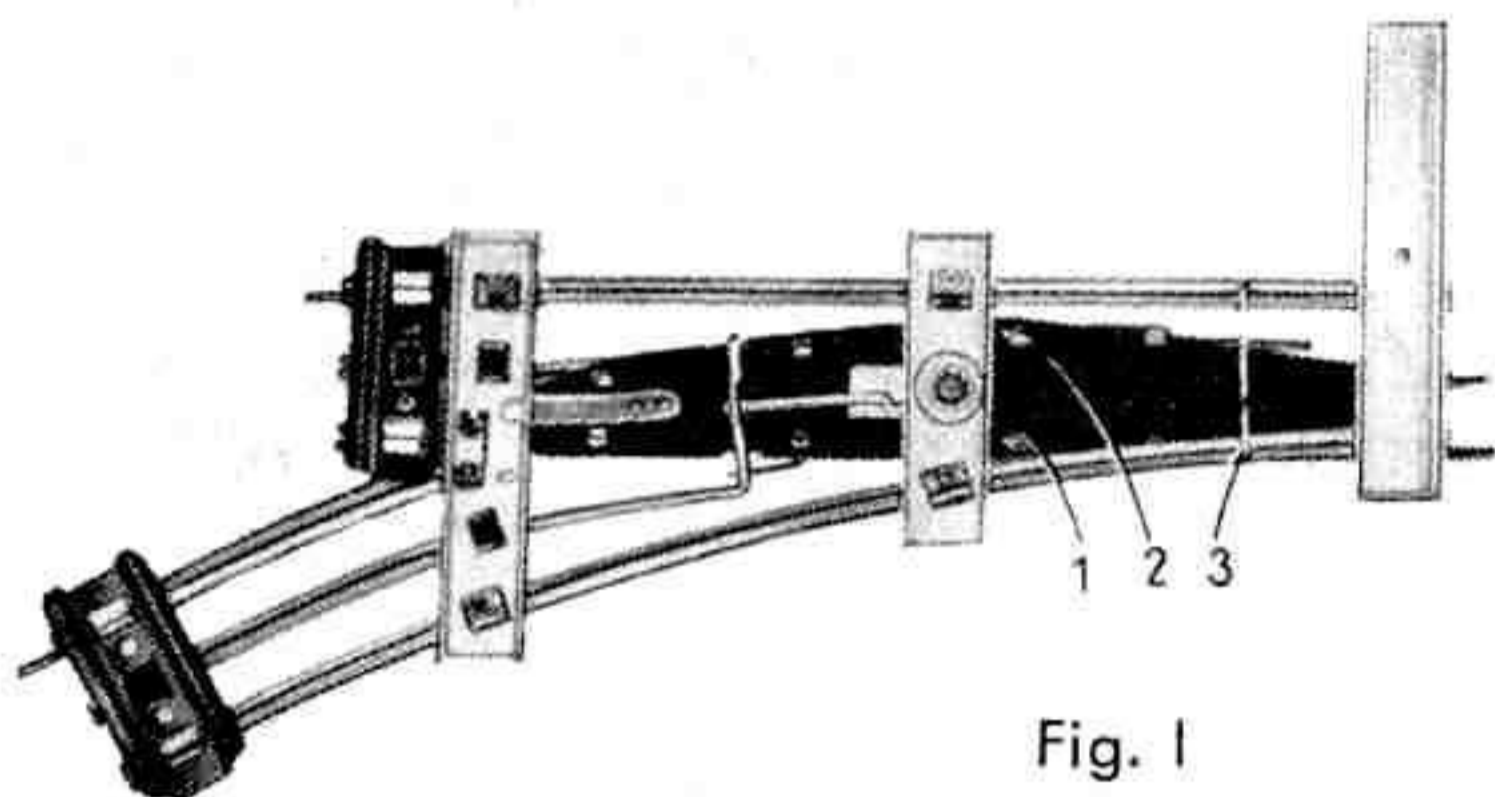

Fig. 1
A la face inférieure de chaque aiguillage seront montés trois fils (fig. 1). Deux fils, seront fixés à la partie mobile de l'aiguillage, l'un aux agrafes du tronçon de rail droit (1), l'autre